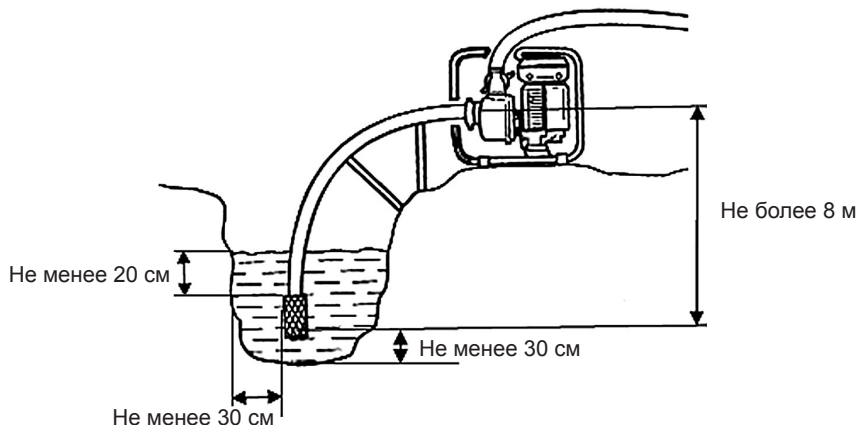

Рис. 10 Расположение помпы при эксплуатации
4. Опустите фильтр всасывающего рукава в водоем (емкость), обеспечив вертикальное положение фильтра. При установке фильтра соблюдайте все необходимые расстояния, как показано на Рис. 10.